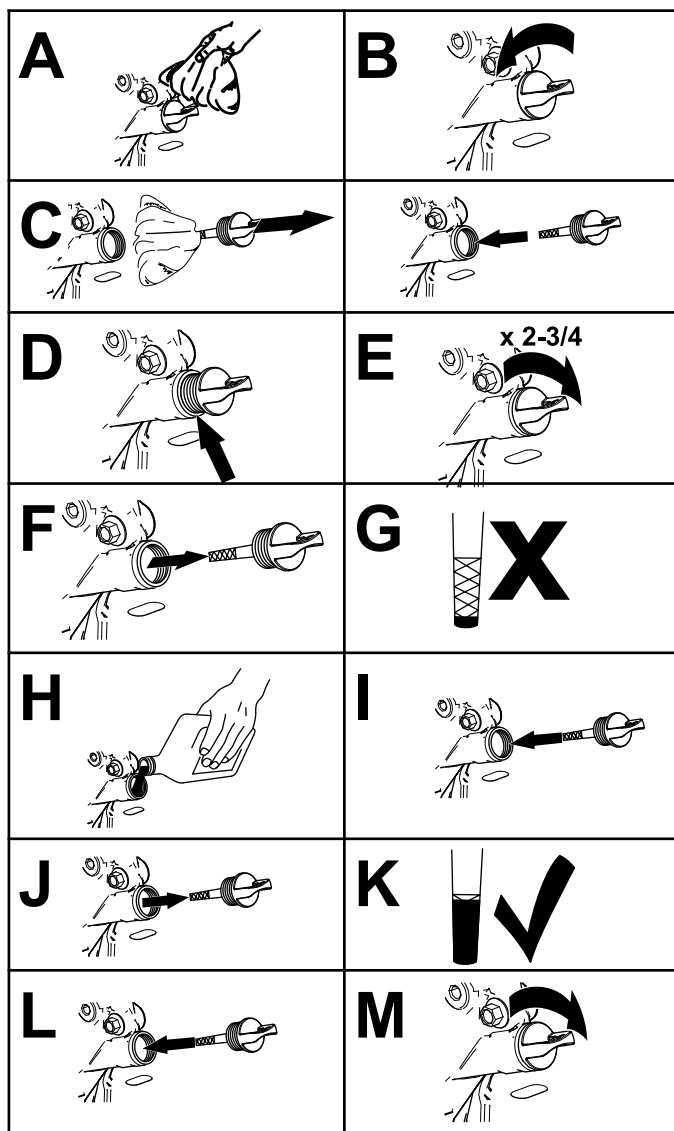

Figure 35
4. Contrôlez le niveau d'huile moteur, comme montré à la Figure 35.